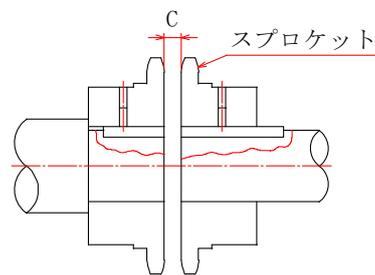

図2. 偏角の測定
- (1) カップリングケース、チェーンを外します。この時、中のグリスが落ちますので下にウエス等を敷いておいてください。チェーンは、継手ピンの割りピンを外し、チェーンから抜けば外せます。
- (2) 送風機側と駆動機側のカップリング偏心(心ずれ)を図2に示すようにダイヤルゲージで測定します。この時、チェーンを巻き付け、継手ピンをいれ両側のカップリングを、とも回して測定します。(カップリングの軸に対しての同心、直角度の測定は検査済みですので必要ありません。)心ずれが表1に示す許容値を超えていれば調整が必要です。この作業に必要な調整は、全て駆動機の移動によってする必要があります。理由は、送風機の軸と軸受が心出しされると、送風機側カップリングの位置は決定されてしまうことによります。偏心が許容値以下になるまで駆動機側をライナ(真鍮のシム)調整してください。なお、偏心は、ハブまわり90°ごとの位置にて測定します。